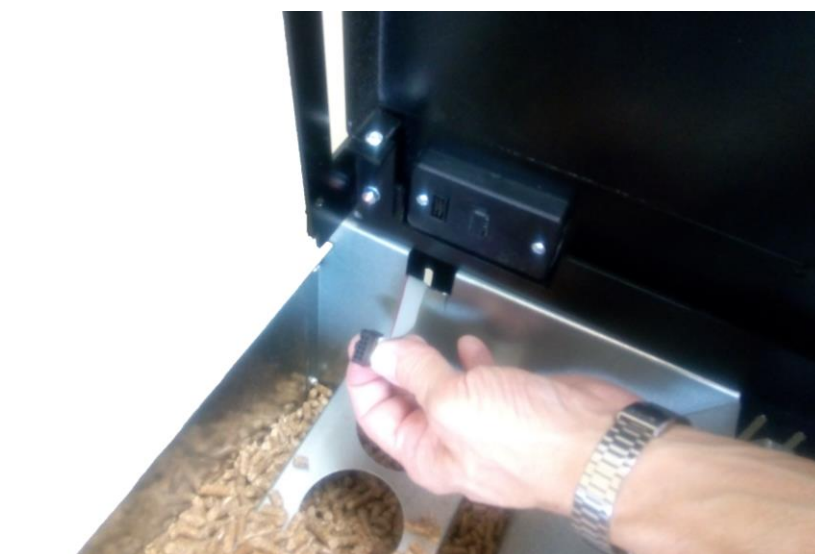

Figura 7.6
3) Desconectar el cable flat con cuidado del display (ver **Figura 7.6**).